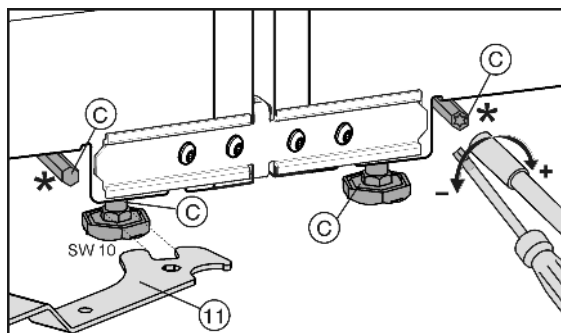

Fig. 8
Az első állítható lábakat a mellékelt villáskulccsal Fig. 8 (11), a hátsókat* egy Torx® 25 csavarhúzóval állíthatja.